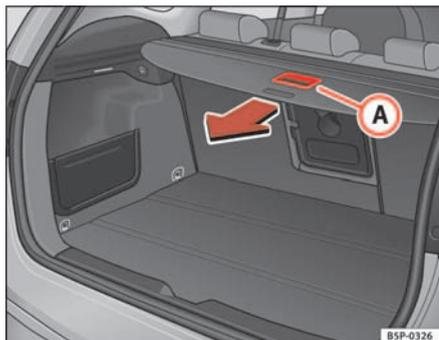

Fig. 120 Actionnement de la plage arrière de rangement
- Tirez vers l'arrière de la plage arrière avec la poignée (A) jusqu'à entendre un « clic » ⇒ fig. 120.